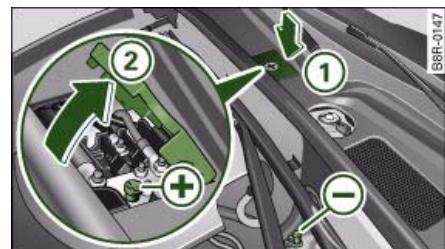
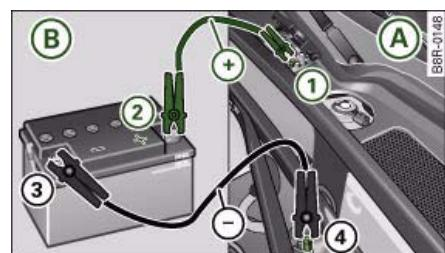

Fig. 237 Compartimiento del motor:
Fig. 238 Ayuda de arranque con la batería de otro vehículo: A - descargada, B - cargada
Las conexiones para la ayuda de arranque se encuentran en el compartimiento del motor ⇒ fig. 237.
- Retire la cubierta (1) presionando la flecha ⇒ fig. 237.
- Abra la cubierta (2) en el polo positivo.
1. Fije un extremo al **borne para ayuda de arranque** ⇒ fig. 238 (1) (borne bajo la cubierta = “positivo”) del vehículo al que se le presta la ayuda de arranque (A).
2. Fije el otro extremo en el polo positivo (2) de la batería cargada (B).
- Arranque el motor del vehículo que presta ayuda (B) y deje que funcione al ralentí.
- Arranque ahora el motor del vehículo con la batería descargada (A).
- Cierre la cubierta (2) en el polo positivo y coloque la cubierta (1) ⇒ fig. 237.